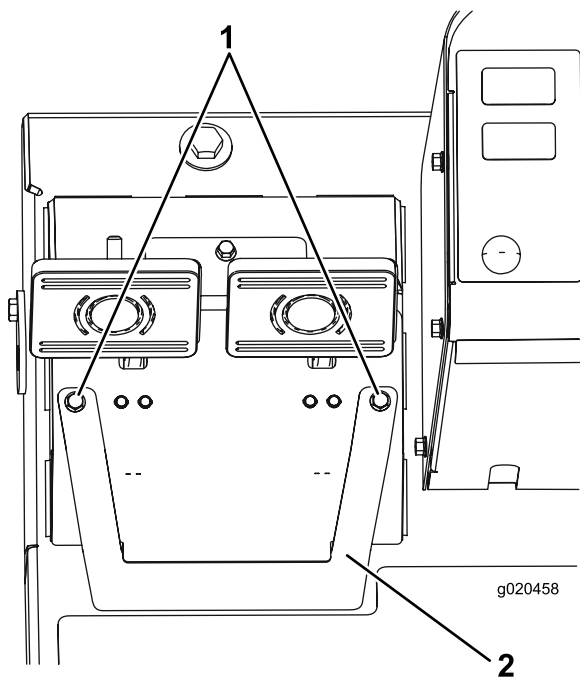

Figura 94
- A. Afloje los 2 tornillos de montaje, y retire la tapa de ajuste de los frenos (Figura 94).